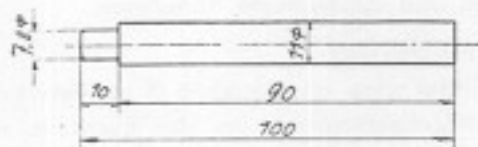

Bild 12. Zum Herausdrücken des Kolbenbolzens ist ein nach dieser Maßskizze anzufertigender Dorn zu verwenden
19. Kolbenbolzen mit abgesetztem Dorn lt. Bild 12 herausdrücken, Kolben abnehmen.